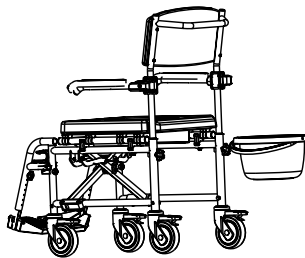

Fig.18
- Inserire il secchio dal lato posteriore della sedia facendolo scorrere nelle apposite guide (Fig.18).